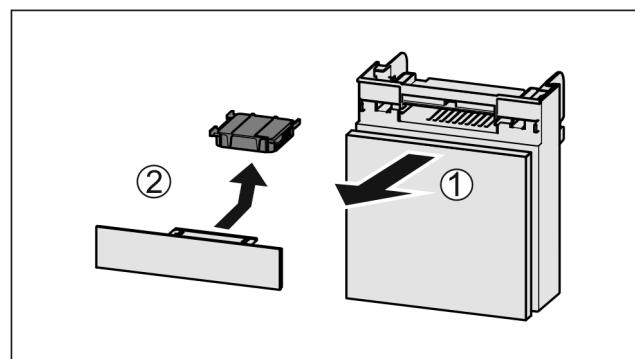

Fig. 94
- Extragăți Fig. 94 (1) compartimentul către înainte.
- Scoateți Fig. 94 (2) filtrul de cărbune activ.